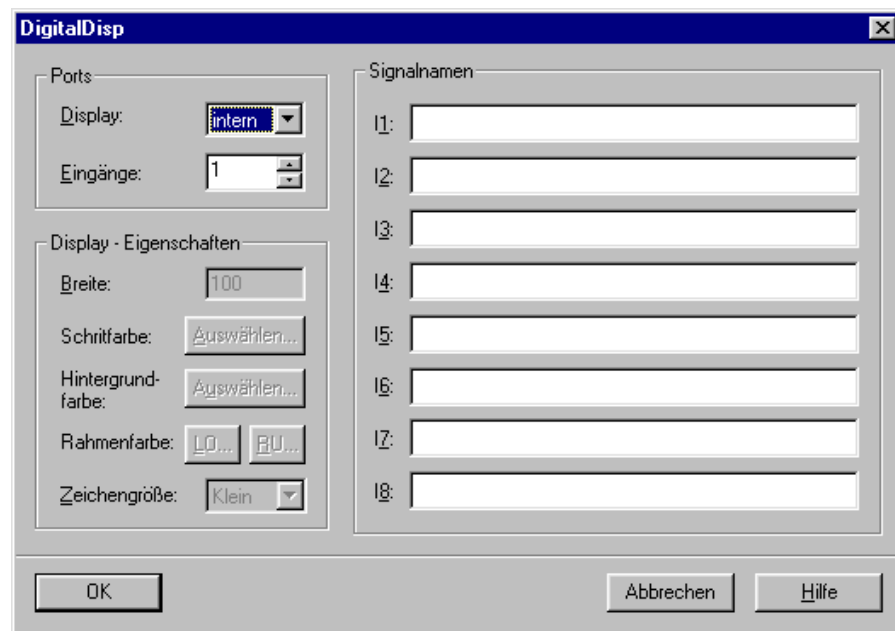

Abb. 2.7: Dialog des Moduls **DigitalDisp**
1. Öffnen Sie den **Parameterdialog** des Moduls **DigitalDisp** durch einen Doppel-Links-Klick auf das Modul-Icon (siehe Abb. 2.7). Sie können dies auch durch einen Rechts-Klick und Auswahl des Menüunterpunkt **Eigenschaften** erreichen.